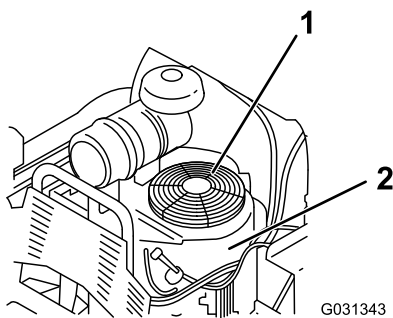

Bild 61
3. Entfernen Sie das das Luftansauggitter und das Lüftergehäuse (Bild 61).
5. Setzen Sie das Luftansauggitter ein und bringen das Lüftergehäuse an (Bild 61).